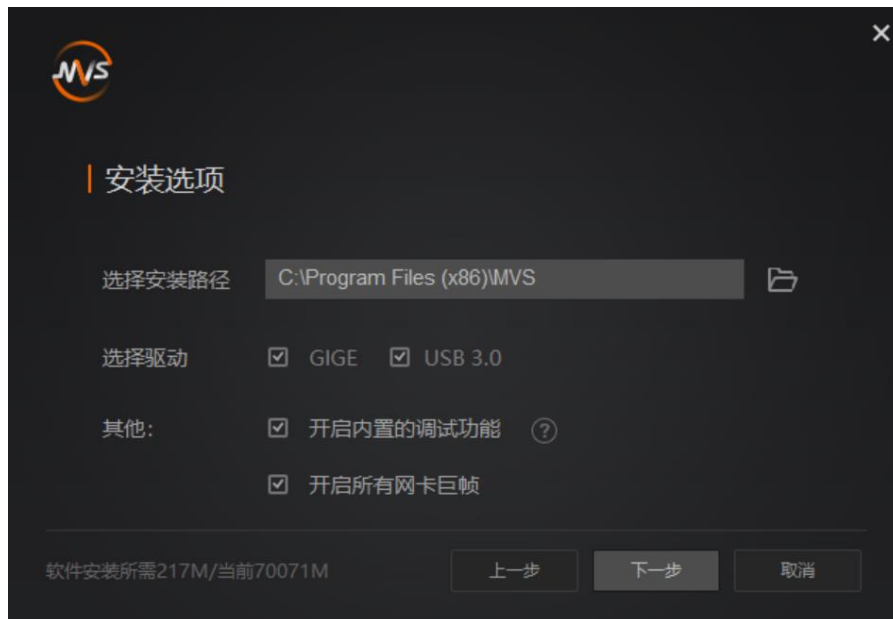

图2-2 安装选项
3. 选择安装路径、需要安装的驱动（默认已勾选 GIGE 和 USB3.0）和其他功能，如图 2-2 所示。